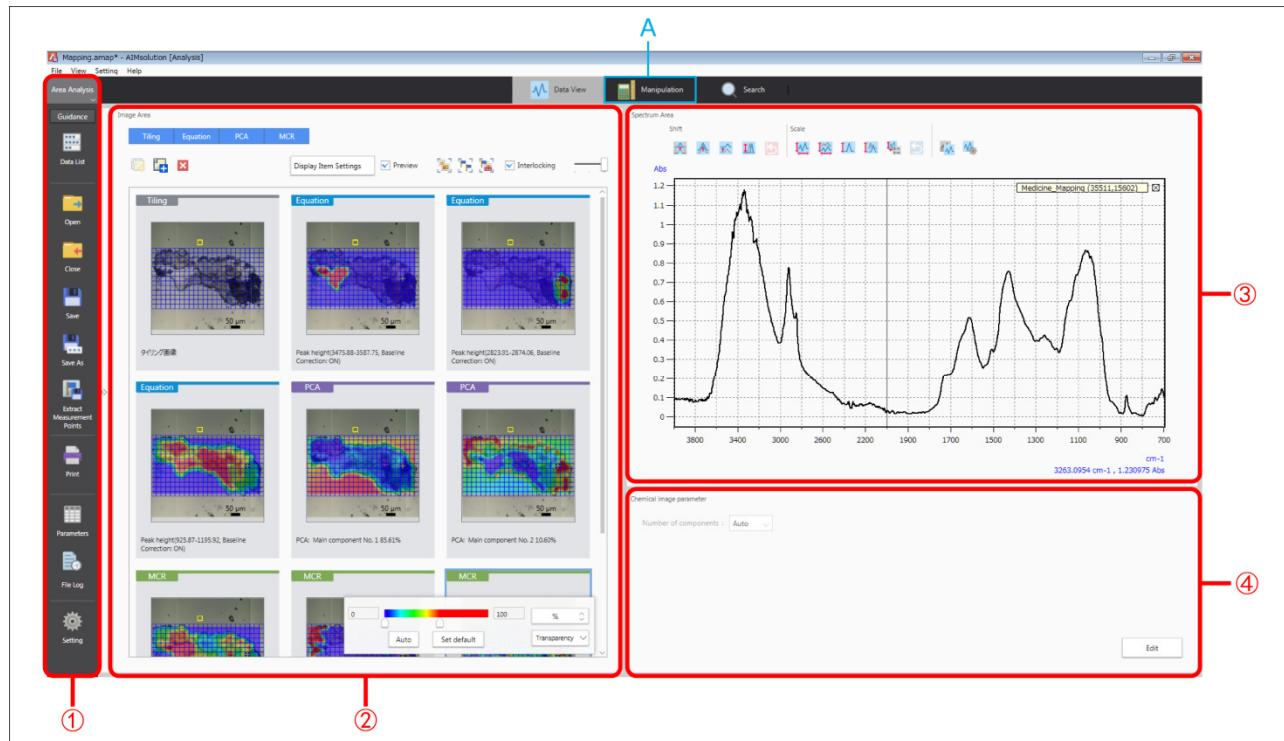

图 5 范围扫描窗口
使用分析程序的范围分析进行范围扫描结果的分析。范围分析窗口如图 5 所示。
对数据进行预处理时，按图 5 (A) 的数据处理按钮切换窗口。程序中有“基线校正”、“大气校正”、“高级 ATR 校正”，“克拉默斯·克罗尼格分析”、“差分（差谱计算）”等 5 种预处理方法。